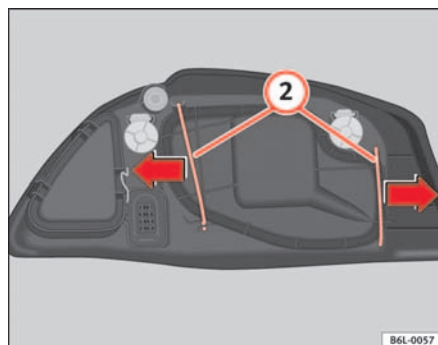

Fig. 142 Lampe du feu de croisement
- Déplacez les tirants (2) ⇒ fig. 142 vers l'extérieur, dans le sens de la flèche puis retirez le cache.
- Placer le cache en plastique et les tirants (2) ⇒ fig. 142.